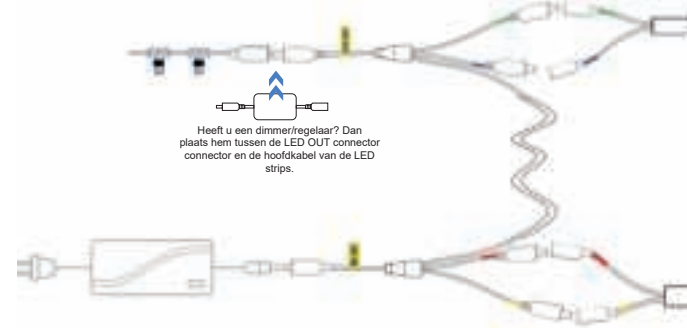

Fig. 5
- Bovenaan de trap sluit de 'LED OUT' connector van de sensorkabel aan op de hoofdkabel van de Led strips (zie Fig. 5). Sluit ten slot de 'AD IN'-stekker aan op de adapter.**